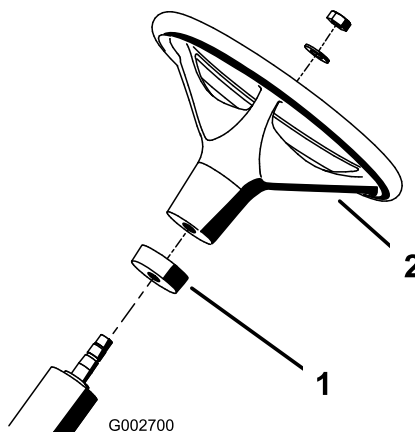

図 2
2. ウレタン・カラーをステアリング・シャフトにはめ込む (図 2)。
3. ハンドルをステアリング シャフトにはめ込む (図 2)。
4. ハンドルをステアリング・シャフトにはめ込み、ワッシャとロックナットで固定する (図 2)。ロックナットを20-26 ft-lbs (27-35 Nm= 2.8~3.5 kg.m) にトルク締めする。